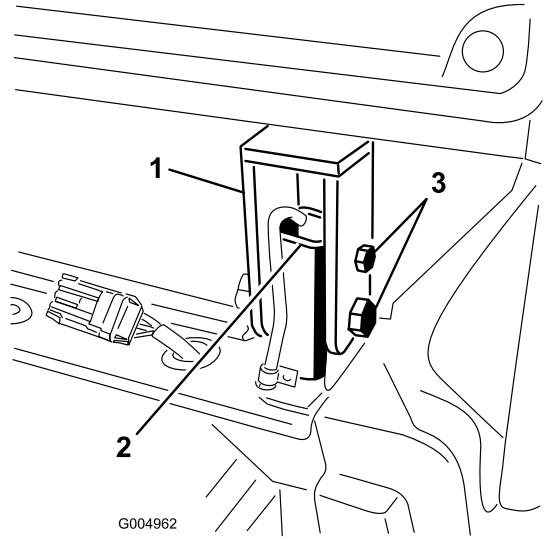

Рисунок 81
32. Снимите болты и гайки, которые крепят задние крепления кабины к стойкам конструкции ROPS (Рисунок 81).